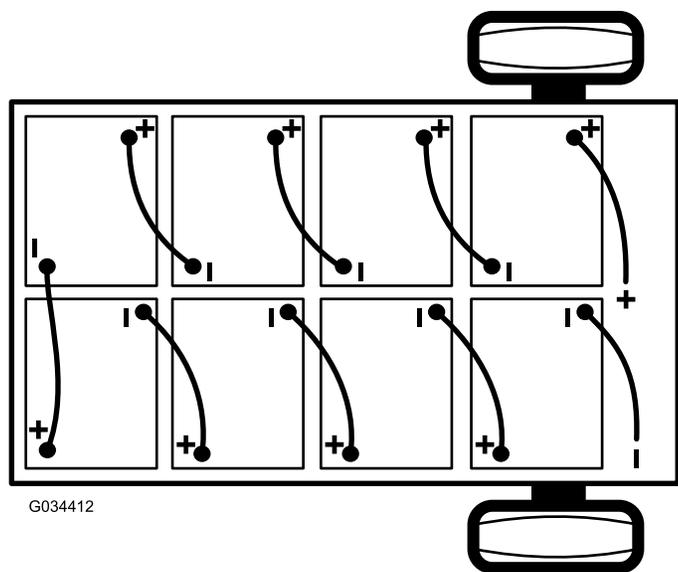

Рисунок 41
2. Отсоедините главный отрицательный кабель аккумулятора (черный), который соединяет блок аккумуляторов с точкой заземления автомобиля (Рисунок 41).
3. Отсоедините главный положительный кабель аккумулятора (красный), который соединяет блок аккумуляторов с главным контактом автомобиля (Рисунок 41).
**Примечание:** При установке аккумуляторов обращайте внимание на их полярность (Рисунок 41).
- Соедините аккумуляторы между собой, как показано на Рисунок 41, с помощью промежуточных соединительных кабелей, снятых при выполнении пункта 1.
- Подсоедините главный положительный кабель аккумулятора (красный) между блоком аккумуляторов и автомобилем (Рисунок 41).
- Подсоедините главный отрицательный кабель аккумулятора (черный) между блоком аккумуляторов и автомобилем (Рисунок 41).